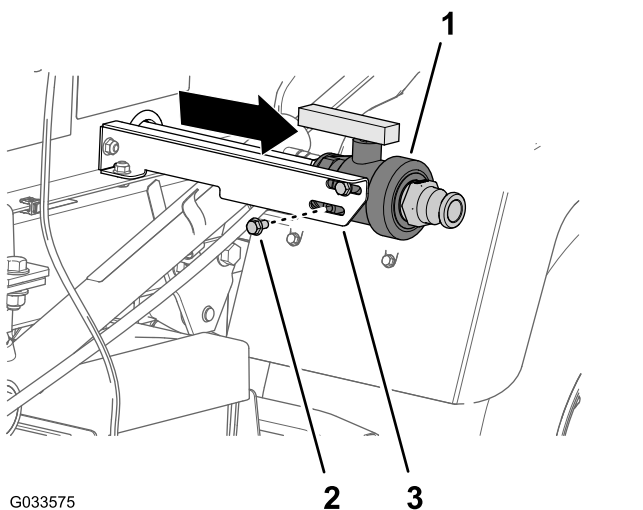

Figura 14
3. Monte sem apertar a válvula de drenagem no suporte da válvula de drenagem (Figura 14) com os dois parafusos de cabeça flangeada (5/16 pol. x 5/8 pol.) que retirou no passo 2.
4. Mova a válvula de drenagem totalmente para fora nas ranhuras do suporte e aperte os dois parafusos de cabeça flangeada à mão (Figura 14)